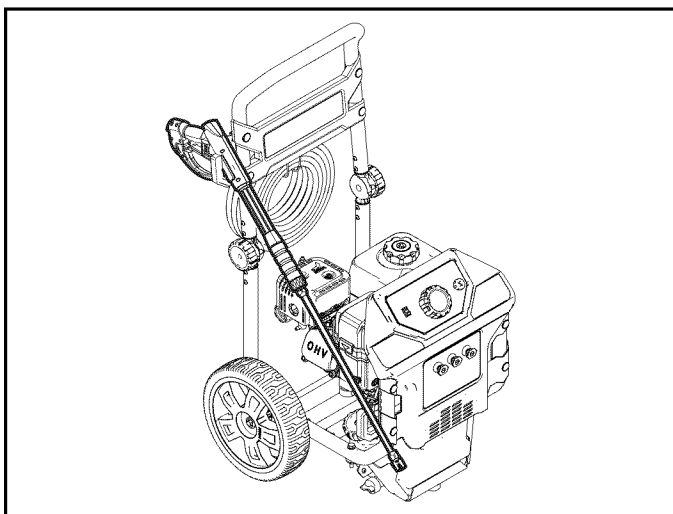

Figure 4-6. Pistolet/lance
6. Placez le pistolet de pulvérisation / la rallonge de la lance sur le support de pistolet, comme illustré (Figure 4-6).